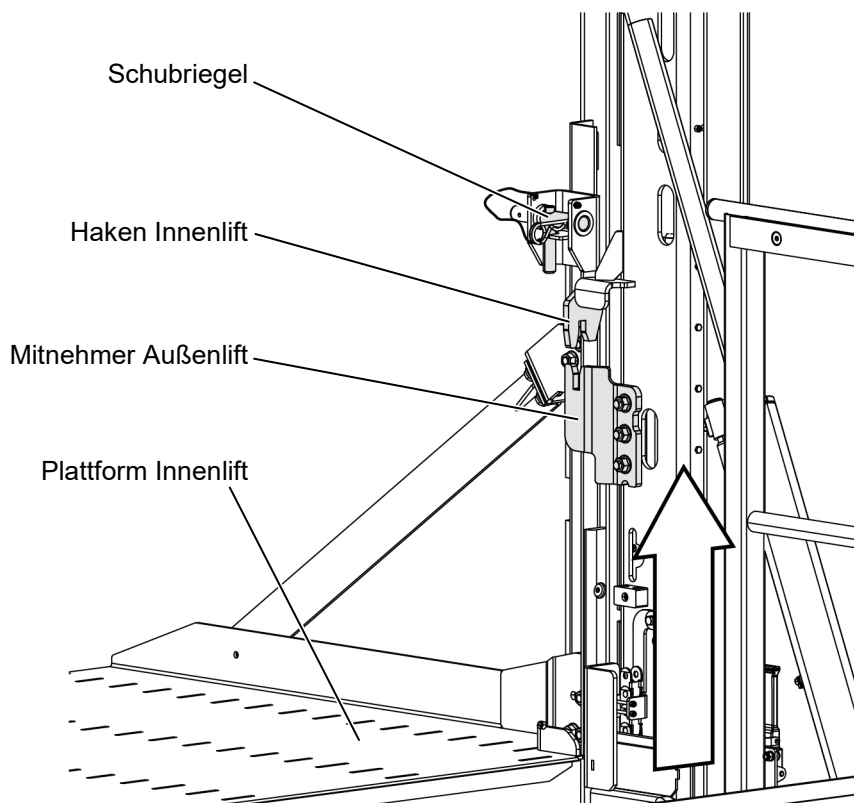

Abbildung 24: Außenlift anheben, Mitnehmer und Haken kontrollieren
- ▶ Fahren Sie den Außenlift nach oben (siehe Betriebsanleitung). Achten Sie dabei darauf, dass die Mitnehmer des Außenliftes sauber in die Haken des Innenliftes fahren (siehe Abbildung 24).